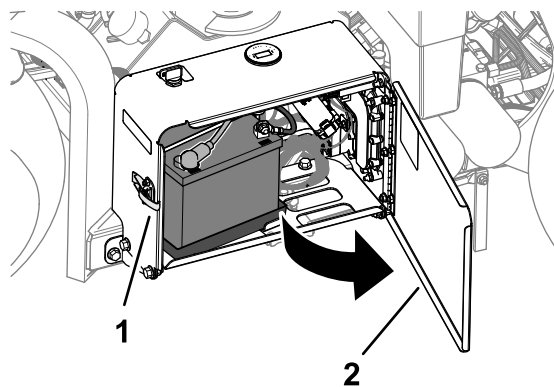

Figura 158
1. Desenganche y abra la puerta del compartimiento de la batería (Figura 158).